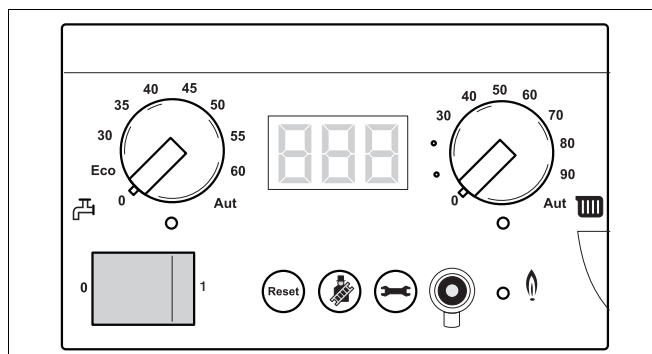

Рис. 77 Отключение отопительной установки от электросети
- Отключить электропитание отопительной установки (рис. 77).